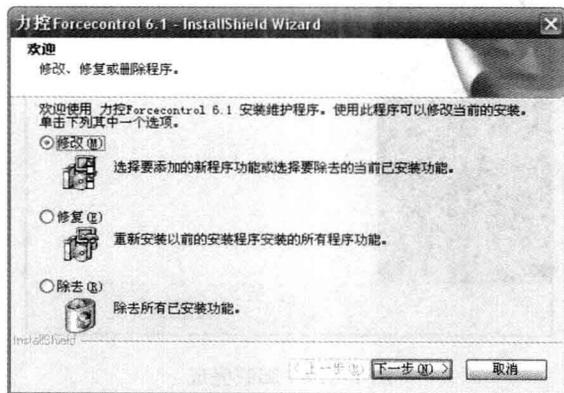
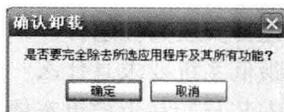

图 1-14 修改修复界面
图 1-15 确认卸载
(3) 在图 1-13 所示的对话框中选择“力控 Forcecontrol 6.1”单击“删除”按钮后显示如图 1-14 所示。
(4) 在图 1-14 所示的对话框中单击“除去”后然后单击“下一步”按钮后如图 1-15 所示。